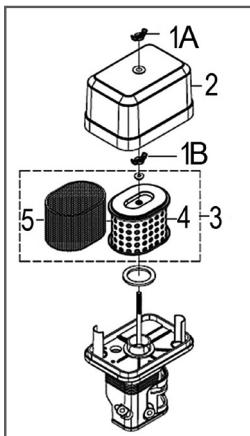

Рис. 17 Обслуживание воздушного фильтра
1. Открутите барашковую гайку 1A и снимите крышку 2 воздушного фильтра (Рис. 17).
2. Открутите барашковую гайку 1B и извлеките из корпуса воздушный фильтр 3 в сборе (Рис. 17).
3. Проверьте целостность и чистоту фильтрующих элементов. Поролоновый (предварительный) фильтрующий элемент 5 установлен на корпусе бумажного фильтрующего элемента 4 (Рис. 17).
4. При незначительном загрязнении промойте поролоновый фильтрующий элемент 5 (Рис. 17) теплым мыльным раствором и просушите. Поврежденный или сильно загрязненный поролоновый фильтрующий элемент замените.